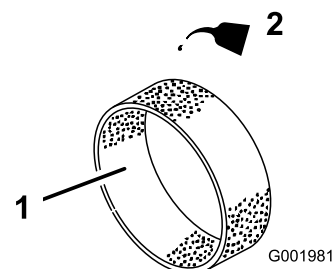

Figure 46
- Imbibez l'élément de 30 à 60 ml d'huile (Figure 46).